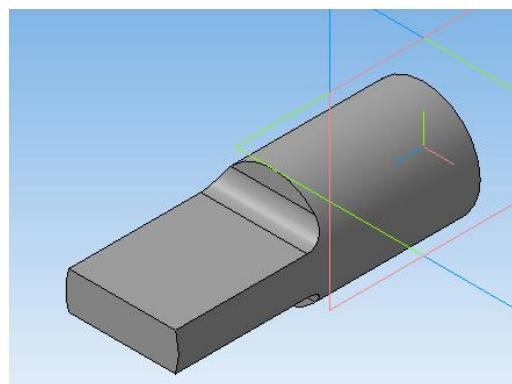

Рисунок 44.
- 14.Через панель инструментов **Вид** верните отображение **Полутоновое с каркасом** (рисунок 44).